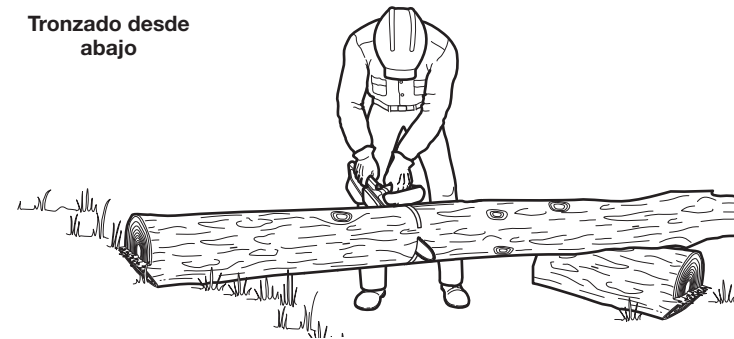

Fig. 20
- Comience a cortar el tronco desde abajo, con la parte superior de la cadena de la sierra contra la parte inferior del tronco (Fig. 20).